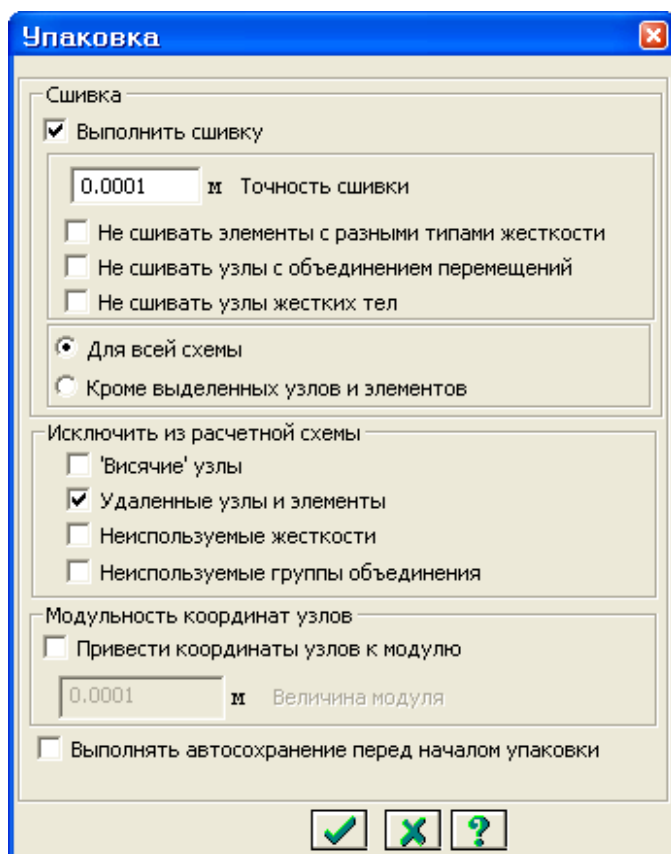

Рис.5.13. Диалоговое окно Упаковка
- С помощью меню **Схема** ⇒ **Корректировка** ⇒ **Упаковка схемы** (кнопка  на панели инструментов) вызовите диалоговое окно **Упаковка** (рис.5.13).